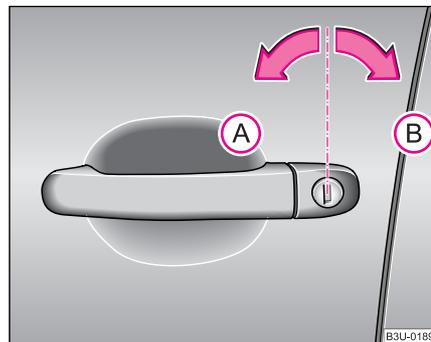

Abb. 22 Schlüssel-drehungen zum Auf- und Zuschließen
- Drehen Sie den Schlüssel im Schloss der Fahrertür nach links in die Öffnungsstellung (A) → Abb. 22.
– Drehen Sie den Schlüssel im Schloss der Fahrertür nach rechts in Schließstellung (B) ⇒ Seite 42, Abb. 22.